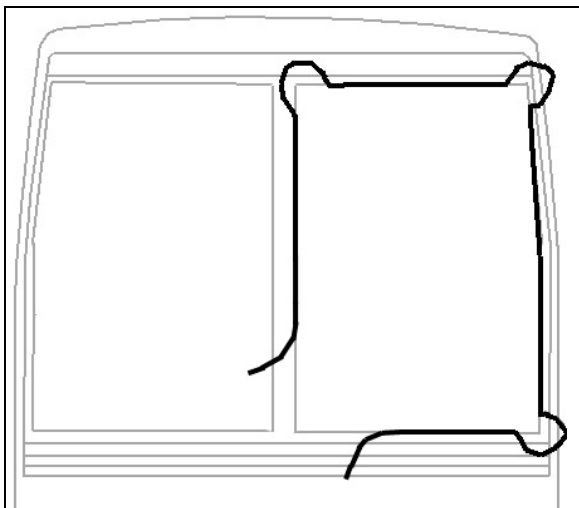

FIGURE 48 : INSTALLATION DU PARE-BRISE À L'AIDE D'UNE CORDE
2. Insérer une corde dans la pièce extrudée en laissant assez de longueur à chaque extrémité pour faire une boucle. Vaporiser de l'eau savonneuse sur la corde et la pièce extrudée en caoutchouc (Figure 48).